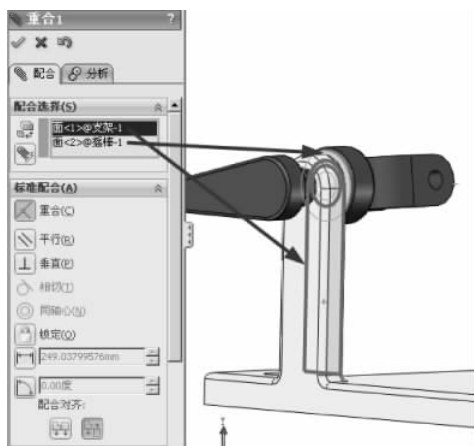

图 3-59 重合配合
(3) 单击【装配体】工具栏中的【配合】按钮 , 弹出【配合】的属性设置。选择【标准配合】选项组下的【重合】配合类型 , 在【要配合的实体】选择框  中选择如图 3-59 所示的面, 其他保持默认, 单击【确定】按钮 , 完成重合的配合。